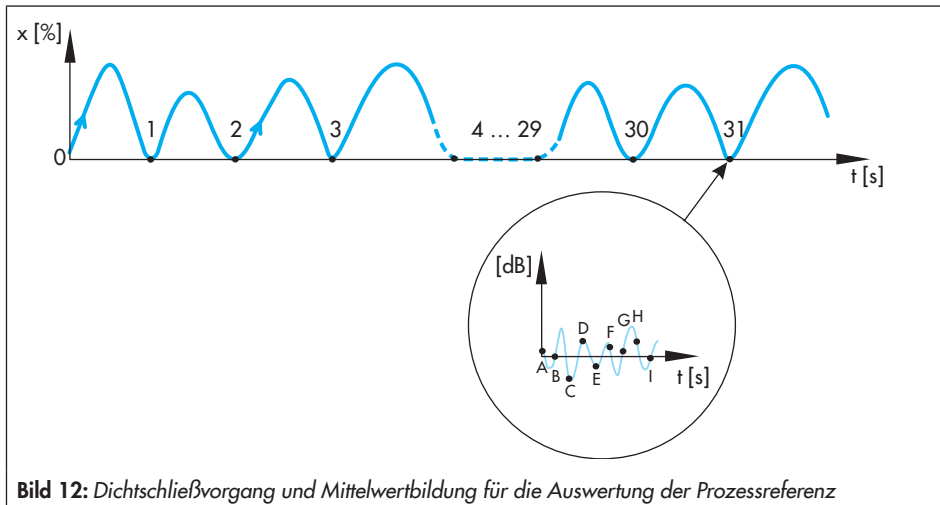

Bild 12: Dichtschließvorgang und Mittelwertbildung für die Auswertung der Prozessreferenz
- **Sehr schnell:** Der Mittelwert aus dem aktuellen Pegel und den letzten vier Pegeln des aktuellen Dichtschließvorgangs wird für die Überwachung herangezogen (Bild 12: Dichtschließvorgang 31 und Pegel E bis I).
- **Schnell:** Der Mittelwert aller Pegel aus dem aktuellen Dichtschließvorgang wird für die Überwachung herangezogen (Bild 12: Dichtschließvorgang 31 und Pegel A bis I).
wachung herangezogen (Bild 12: DichtschlieÙvorgang 2 bis DichtschlieÙvorgang 31 mit allen Pegeln).
- **Sehr langsam:** Der Mittelwert aus allen Pegeln der Langzeitbeobachtung (vgl. ► Kapitel 9.3) wird für die Überwachung herangezogen (Bild 12: DichtschlieÙvorgang 1 bis DichtschlieÙvorgang 31 mit allen Pegeln).